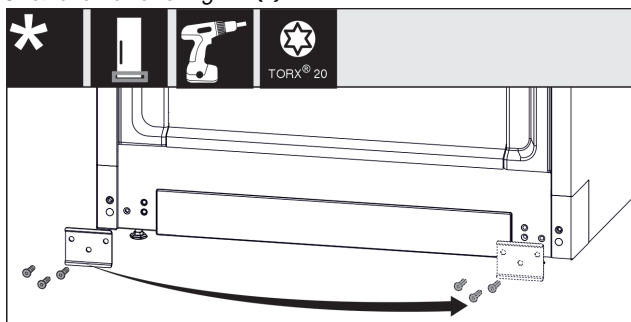

Fig. 15
- ▶ Отвинтете листа Fig. 15 (1), обърнете я на другата страна и го завинтете отново.